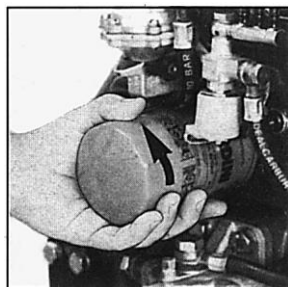

Рис.78.1
- Отверните (против часовой стрелки) и отсоедините фильтр от двигателя (рис.78.1).